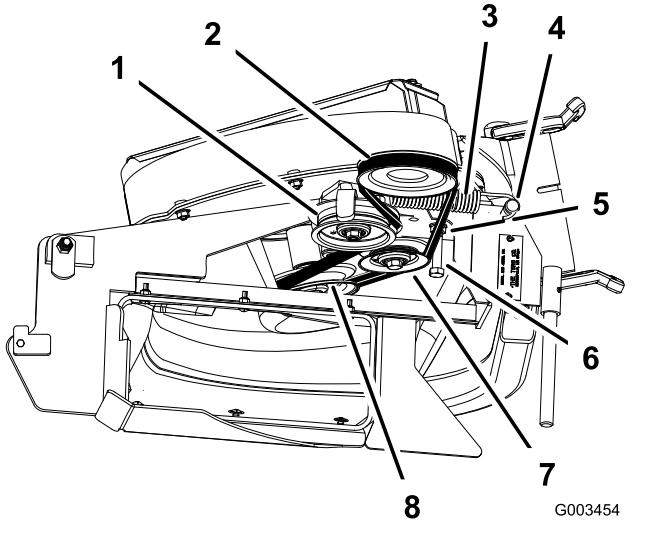

Figura 16
- En máquinas de 122 cm y 132 cm, afloje el perno-guía de la correa (Figura 16).
- Instale la correa alrededor de la polea del soplador y de la polea tensora fija (Figura 16).